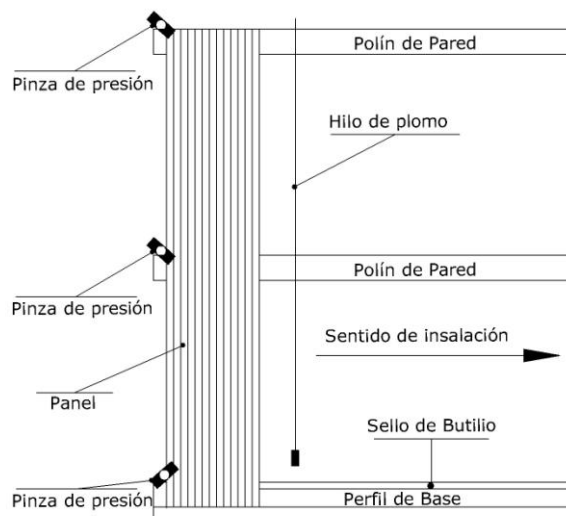

Fig. 5
- 4.3.6** Posicionar el primer panel con la plomada, controlar su verticalidad, después de qué se ha sostenido provisionalmente a la estructura mediante las pinzas de presión. (Fig. 5)